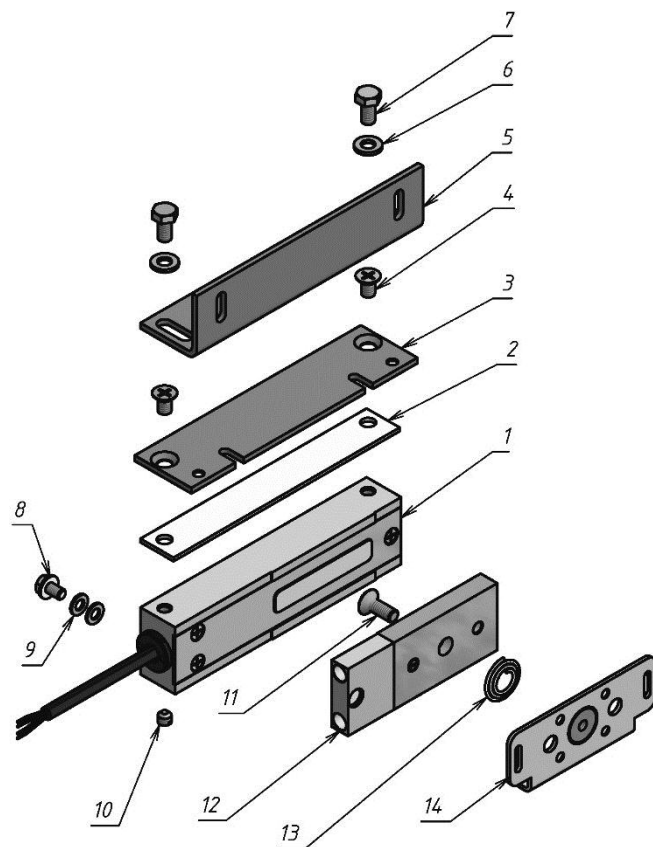
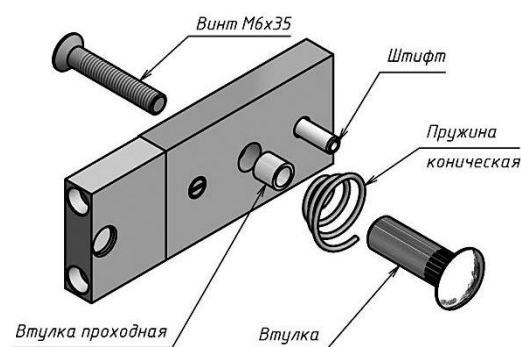

Рисунок 1 – Комплект поставки
Рисунок 2 - Комплект крепления якоря
4.1 В комплект поставки замка входят (рисунок 1):
- корпус (1)..... 1 шт.
- планка (2)..... 1 шт.
- пластина монтажная (3)..... 1 шт.
- винт М6х10 потайн. (4)..... 2 шт.
- угольник (5)..... 1 шт.
- шайба 6 (6)..... 2 шт.
- болт М6х12 (7)..... 2 шт.
- винт заземления М5х8 (8)..... 1 шт.
- шайба 5 (латунь) (9)..... 2 шт.
- винт М6х6 уст. (нерж.) (10)..... 2 шт.
- винт М6х16 (потайн.) под ключ S4 (11)..... 1 шт.
- якорь (12)..... 1 шт.
- пружина коническая (13) (из комплекта крепления якоря) 1 шт.
- пластина крепления якоря (14)..... 1 шт.
- комплект крепления якоря (рисунок 2)..... 1 шт.
Замок состоит из корпусной части и якорной части (рисунок 1). Для обеспечения эксплуатационных характеристик рабочие поверхности корпуса и якоря должны быть совмещены и плотно прилегать друг к другу при закрывании двери.
Корпус замка может крепиться при помощи угольника (5) или через монтажную пластину (3) (рисунок 1). Если позволяет конструкция места монтажа, допускается крепление непосредственно через крепежные отверстия в корпусе замка (резьба М6), длина винтов в этом случае определяется по месту, при этом в тело корпуса винты должны входить не более чем на 8мм.
- с помощью комплекта крепления якоря с отверстиями в двери для винта крепления якоря и фиксирующего штифта (рисунок 2);
- без отверстий в двери, с помощью монтажной пластины крепления якоря (12) (рисунок 1).